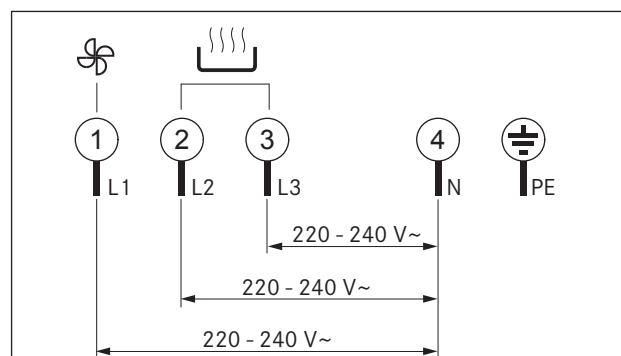

Fig. 6.36 Tilslutningsskema 3-fase-tilslutning
- Tilslut strømtilslutningsledningen ved strømtilslutningen [2] på kogepladen med inFig. 6.36emfang. Følg angivelserne i tilslutningsskemaet (se: fig.6.36 „Tilslutningsskema“).